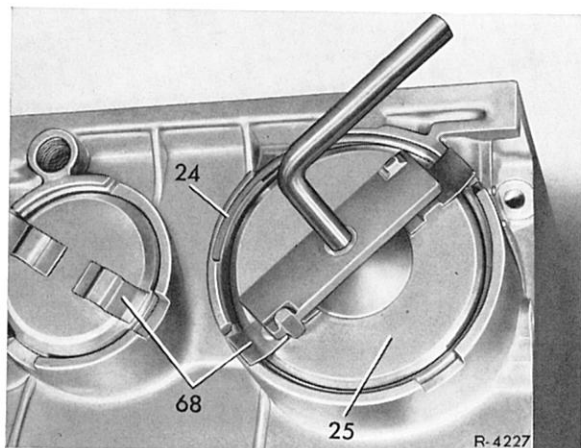

Bild 27-1/50
32 Bremsbandkolben B 2 (67) mit dem Einführing (66) in das Getriebegehäuse einführen (Bild 27-1/49).
33 Bremsbandkolbendeckel B 2 (25) mit einem neuen O-Ring einsetzen und mit dem Sprengring (24) sichern (Bild 27-1/50).